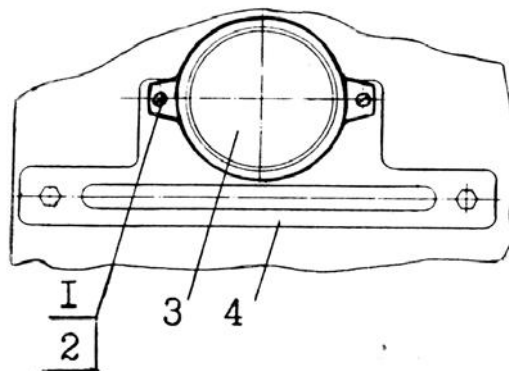

Рисунок 19 – Установка световозвращателя
- Световозвращатель (рисунок 19).